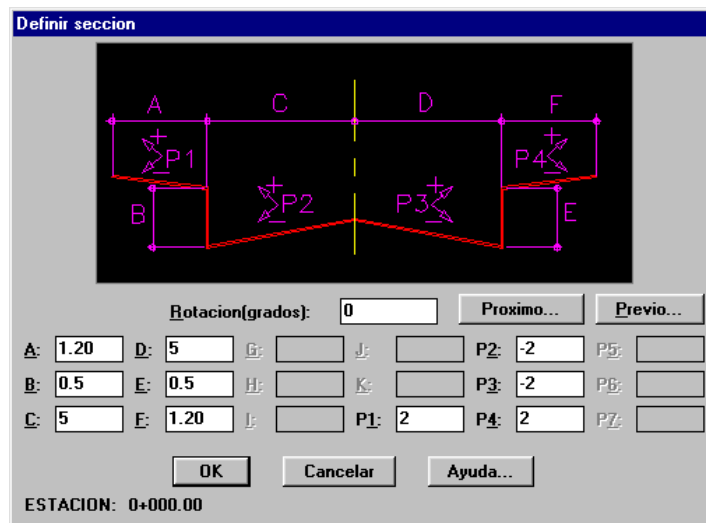

Fig.26: Caja de diálogo para definir sección tipo.
6. Seleccione el botón rotulado “Definir...” con lo que aparecerá una caja de diálogo para especificar los datos de la sección transversal. Escriba los valores para las variables A,B,C,D, P1,P2 P3 Y P4 (1.20 para A y F, 5 para C y D, 0.50 para B y E, -2 para P2 y P3 y 2 para P1 y P4). Seleccione OK para aceptar los valores. (Vea la fig. 26.)